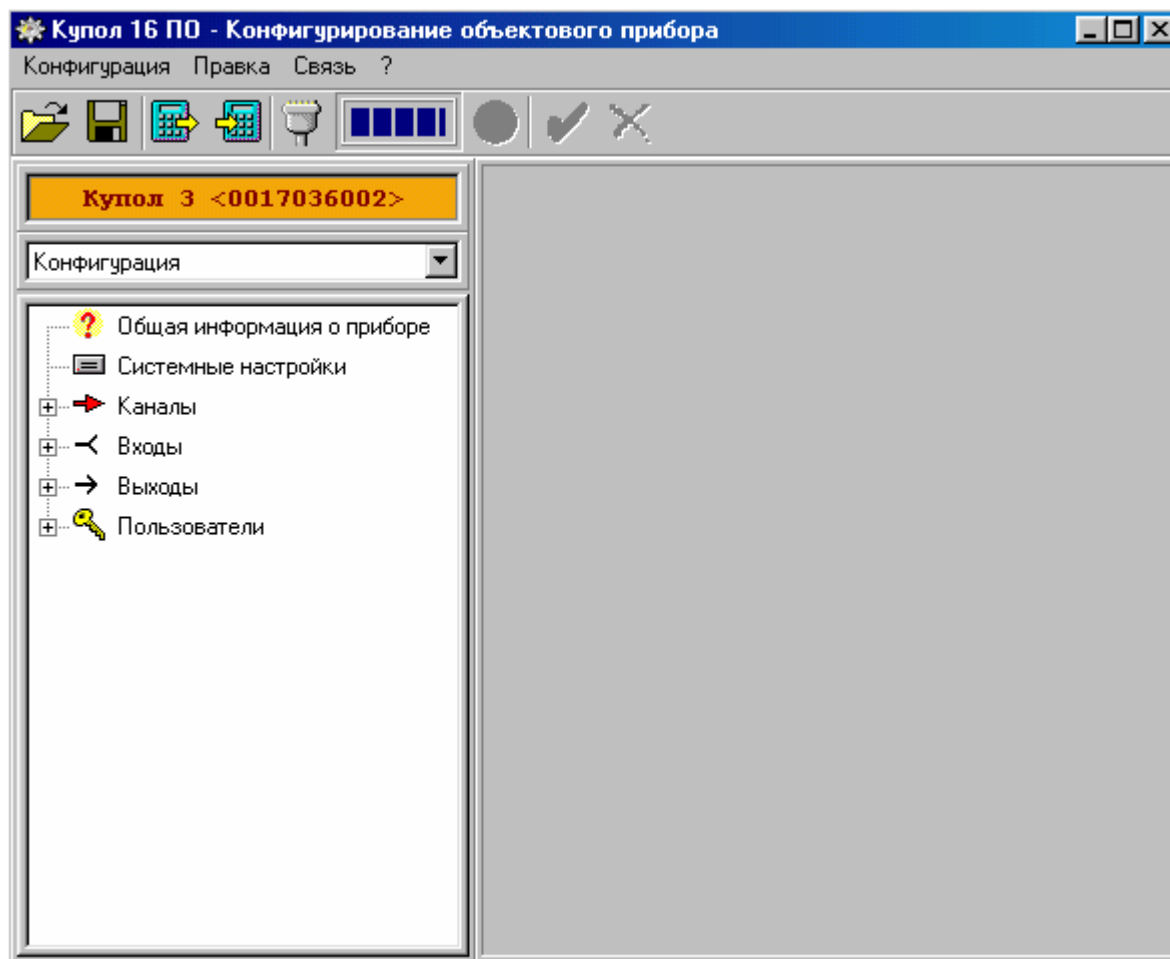

Рис. 10.1. Типовое окно программы конфигурирования объектового прибора.
10.2.1.8 Окно программы (см. рис. 10.1) можно условно разделить на две части: на дерево конфигурируемых параметров и панель конфигурирования. Для изменения определенного параметра необходимо выбрать его в дереве параметров и отредактировать в панели конфигурирования.